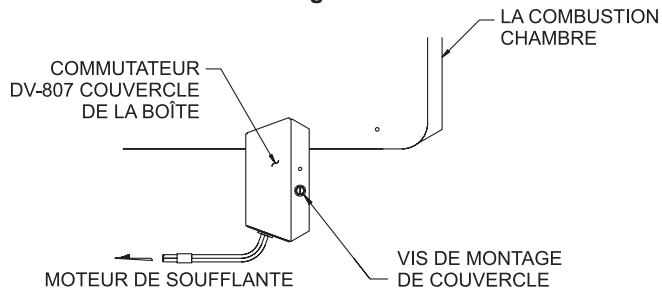

Figure 10
9. Attacher le couvercle de la boîte d'interrupteur à la boîte d'interrupteur en utilisant la vis à tête hexagonale #8 x 1/4" (6mm). **Voir la figure 10.**